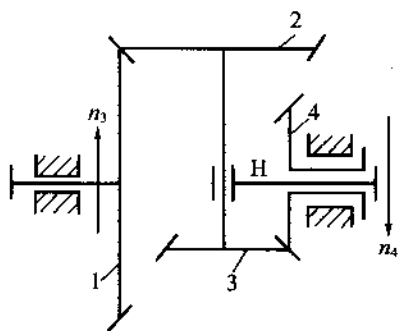

图 10
19. 在如图 10 所示的差动齿轮系中, 已知齿数 $z_1 = 60$ 、 $z_2 = 40$ 、 $z_3 = z_4 = 20$, 若 $n_1 = n_4 = 120 \text{ r/min}$, 且 n_1 与 n_4 转向相反, 求 i_{H1} 。